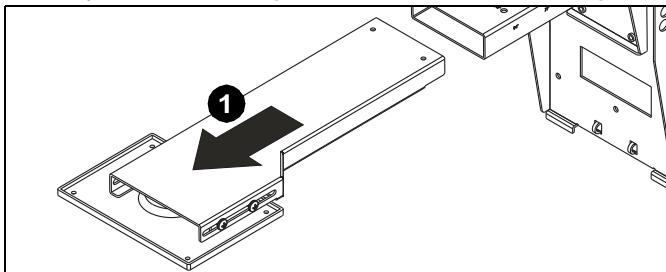

Figura 4
1. Remova a extremidade do braço articulado com chapa de fixação do projetor e guarde o equipamento. (Ver Figura 4)